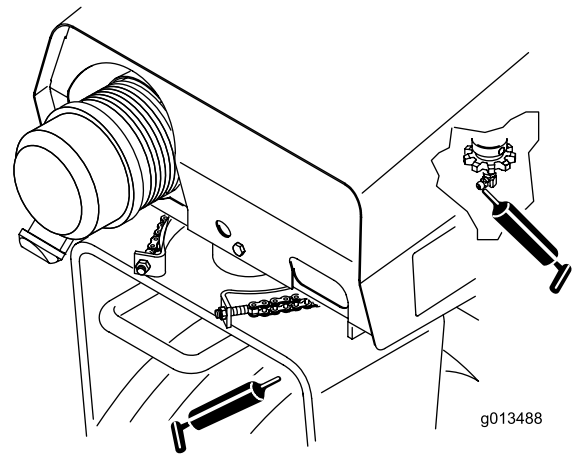

Figura 15
- Coluna da direcção e roda motora (Figura 15)